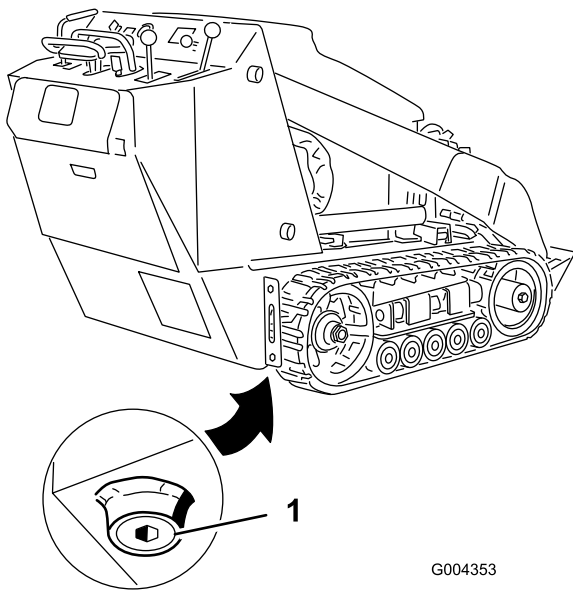

Figure 36
4. Enlevez le bouchon de vidange (Figure 36).